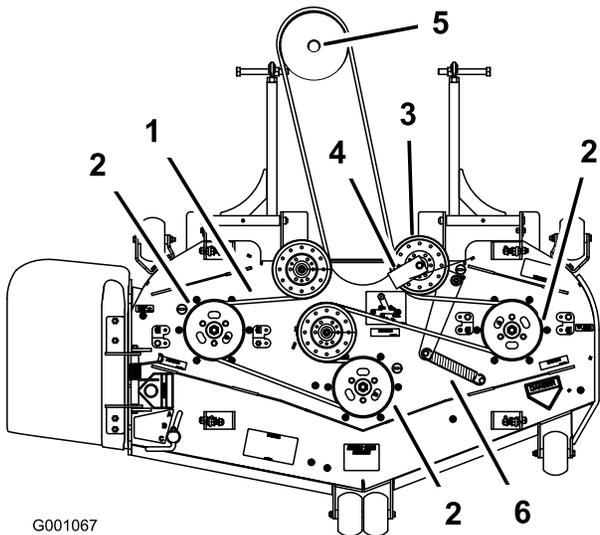

Figura 68
6. Montate la nuova cinghia attorno alle pulegge del tosaerba ed alla puleggia degli ingranaggi, sotto il motore (Figura 68).
7. Montate il guidacinghia sul tendicinghia a molla, ad un angolo di 45 gradi, come illustrato in Figura 68. Serrate il bullone ad un valore compreso tra 37 e 45 Nm.
8. Montate la molla di rinvio sui due poli (Figura 68).